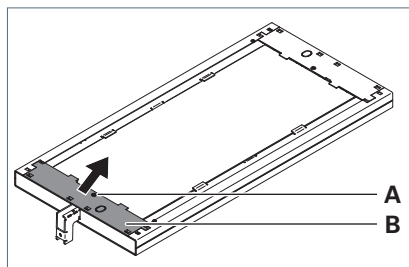

Fig. 1 : Retirer le recouvrement.
- ▶ Dévisser les vis **A** du recouvrement **B**, voir Fig. 1.